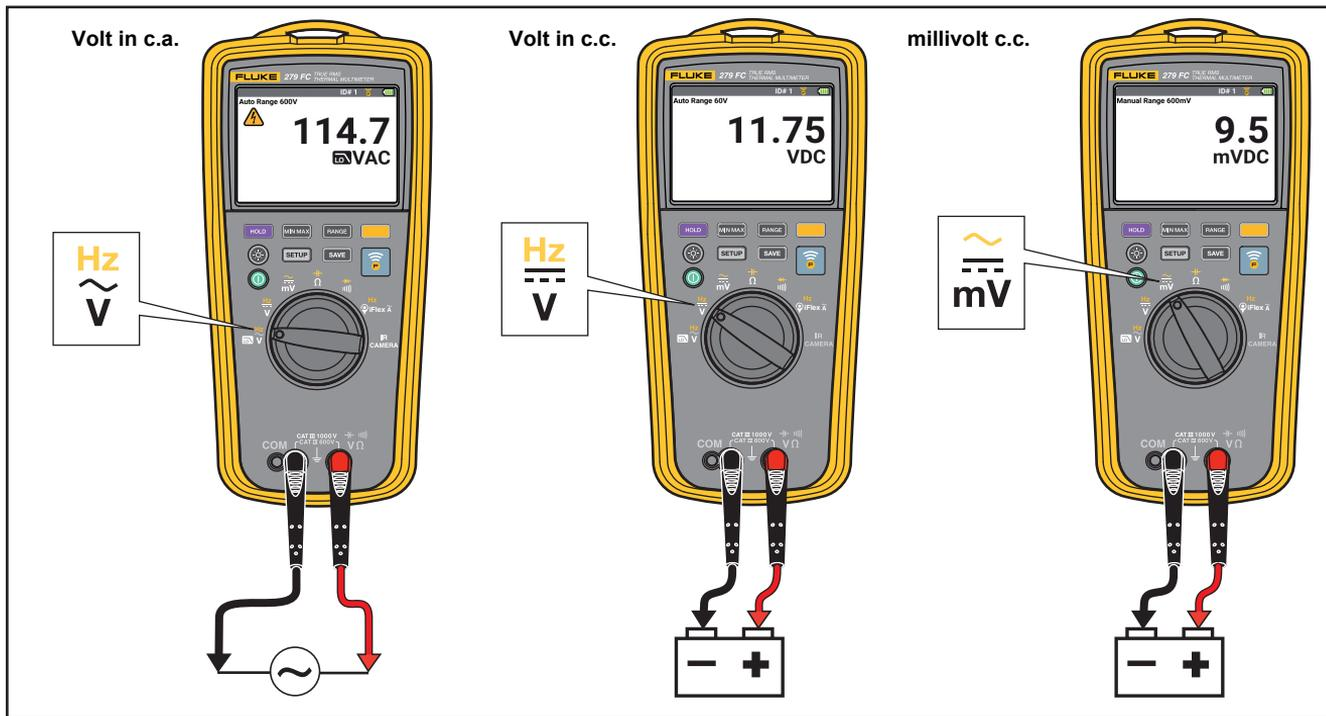

Figura 4. Misurazioni di tensione in c.a. e in c.c.
- Misure di tensione in corrente continua e alternata. Vedere la Figura 4.
1. Ruotare il selettore su  $\tilde{mV}$ . Vedere la Figura 4.